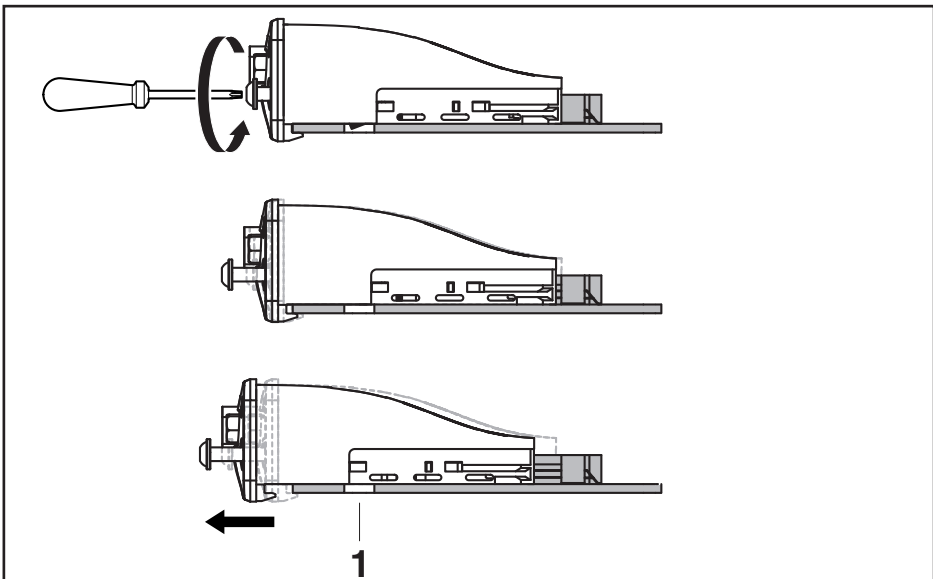

Fig. 4: Allentare il bloccaggio
2. Svitare le viti torx frontali. Solo dopo aver eliminato completamente il bloccaggio (ved. Fig. 4) il modulo interfaccia IMmtcp può essere estratto.